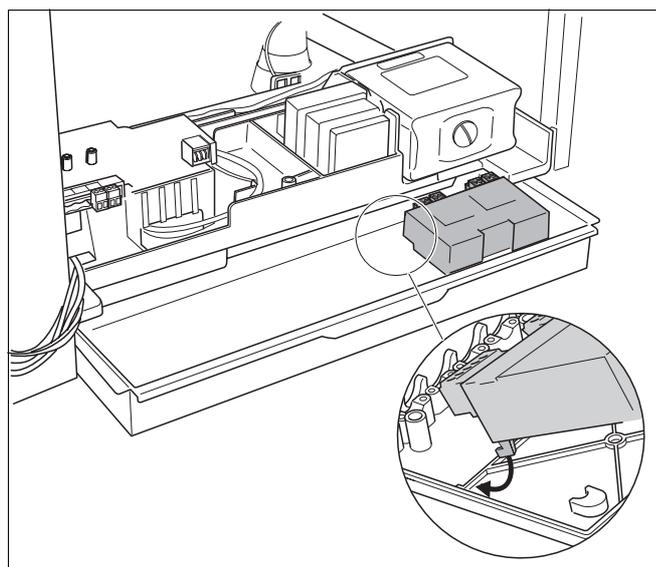

Fig. 47 Fissaggio del modulo di funzione nel supporto a muro
- Fissare il/i modulo/i di funzione nel supporto a muro (fig. 47).